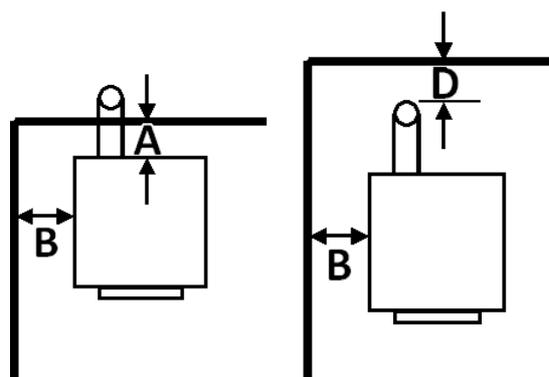

FIGURE 1
Le Osburn Hybrid-45 MF a été testé pour installation dans les résidences et maisons mobiles. (voir figure 1 à 3)
1. Positionnez le poêle en respectant les dégagements mentionnés aux figures 1 & 2.